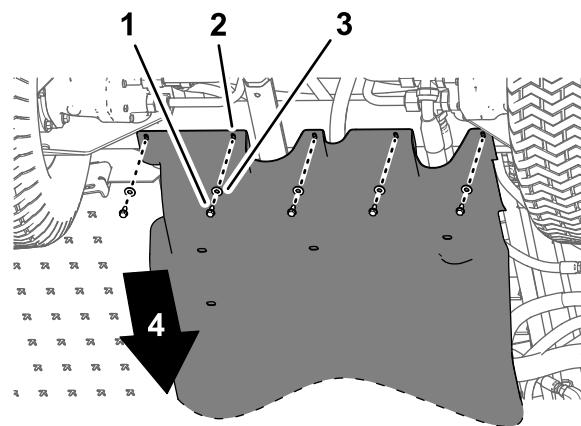
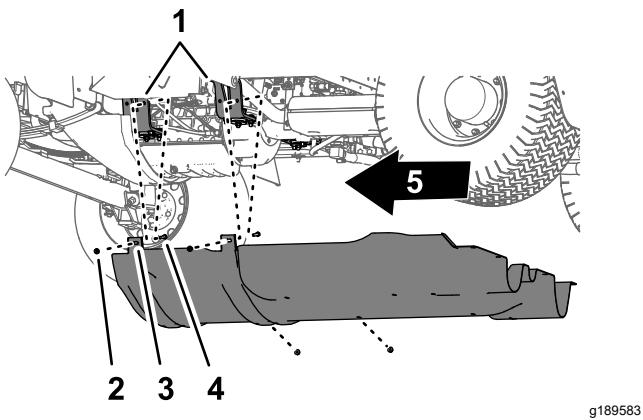

Bild 64
Bild 65
1. Entfernen Sie die fünf Bundkopfschrauben ( $5/16" \times \frac{1}{8}"$ ) und fünf Scheiben ( $5/16"$ ), mit denen die Rückseite der Fahrwerkabdeckung am Chassis der Maschine befestigt ist (Bild 64).
2. Nehmen Sie die vier Sicherungsbundmutter ( $5/16"$ ) von den Schrauben und der Schlossschraube ab, mit denen die Befestigungsnasen der Fahrwerkabdeckung an den Befestigungshalterungen des Motors der Maschine befestigt sind (Bild 65).
4. Nehmen Sie die Fahrwerkabdeckung von der Maschine ab (Bild 64 und Bild 65).
1. Fluchten Sie die Fahrwerkabdeckung mit dem unteren Chassis der Maschine aus, siehe Bild 65 in Entfernen der Fahrwerkabdeckung \(Seite 55\).
2. Schieben Sie die Befestigungsnasen der Fahrwerkabdeckung über die Schrauben und die Schlossschraube an den Motorbefestigungshalterungen der Maschine, siehe Bild 65 in Entfernen der Fahrwerkabdeckung \(Seite 55\).
3. Befestigen Sie die Fahrwerkabdeckung mit den vier Sicherungsbundmutter (5/16"), die Sie in Schritt 2 von Entfernen der Fahrwerkabdeckung \(Seite 55\) entfernt haben, an den Befestigungshalterungen des Motors (Bild 65).
4. Fluchten Sie die Löcher im hinteren Teil der Fahrwerkabdeckung mit den Löchern im Chassis aus, siehe Bild 64 in Entfernen der Fahrwerkabdeckung \(Seite 55\).
Entfernen der Fahrwerkabdeckung \(Seite 55\) entfernt haben, am Chassis (Bild 64).